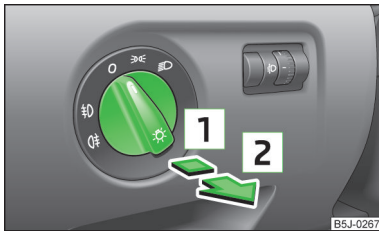

Abb. 26
- Zunächst den Lichtschalter » Abb. 26 in Stellung  oder  drehen.
- Zunächst den Lichtschalter » Abb. 26 auf Seite 47 in Stellung  oder  drehen.